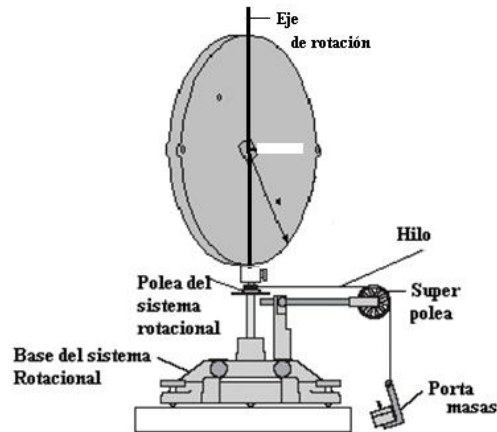

Fig. 2. Montaje del disco en un plano vertical.
1. Coloque el disco verticalmente sobre el sistema rotacional. Como se observa en la Fig 2.